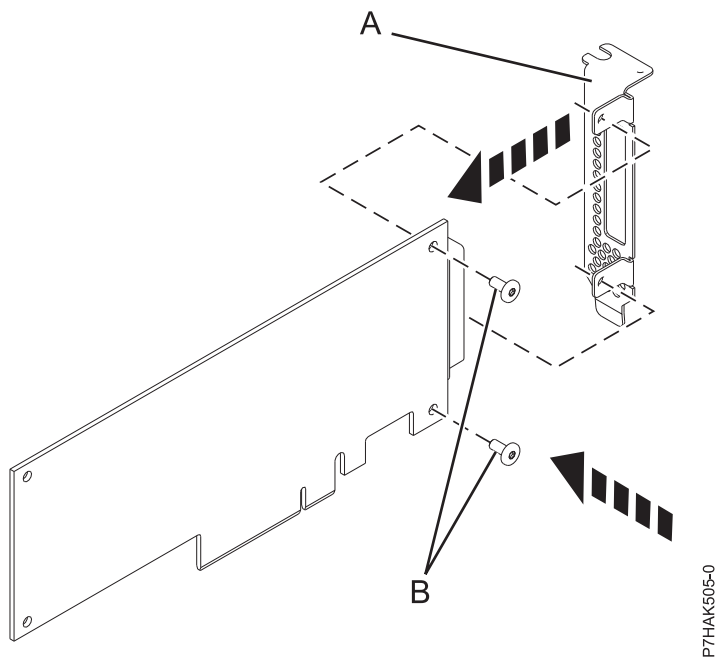

図 13. PCI アダプターへのロープロファイル・テール・ストックの取り付け
11. プラスのねじ回しと 2 個の留めねじ (B) を使用して、障害の発生した PCI アダプターのテール・ストック (A) を新しい PCI アダプターに取り付けます。図 13 を参照してください。